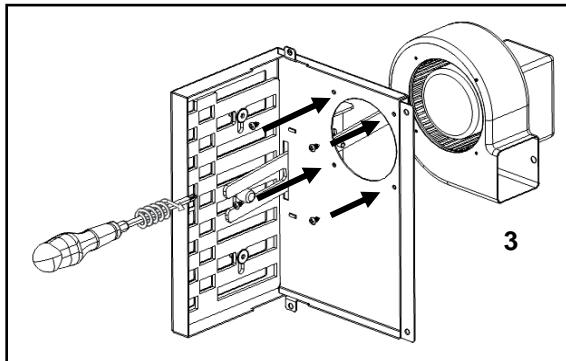

Figura 50 - Fixação apoio com o ventilador
e) Apertar o conjunto da Figura 50 na face superior da camara de combustão utilizando 4 parafusos (A) nos furos preparados para o efeito (2).